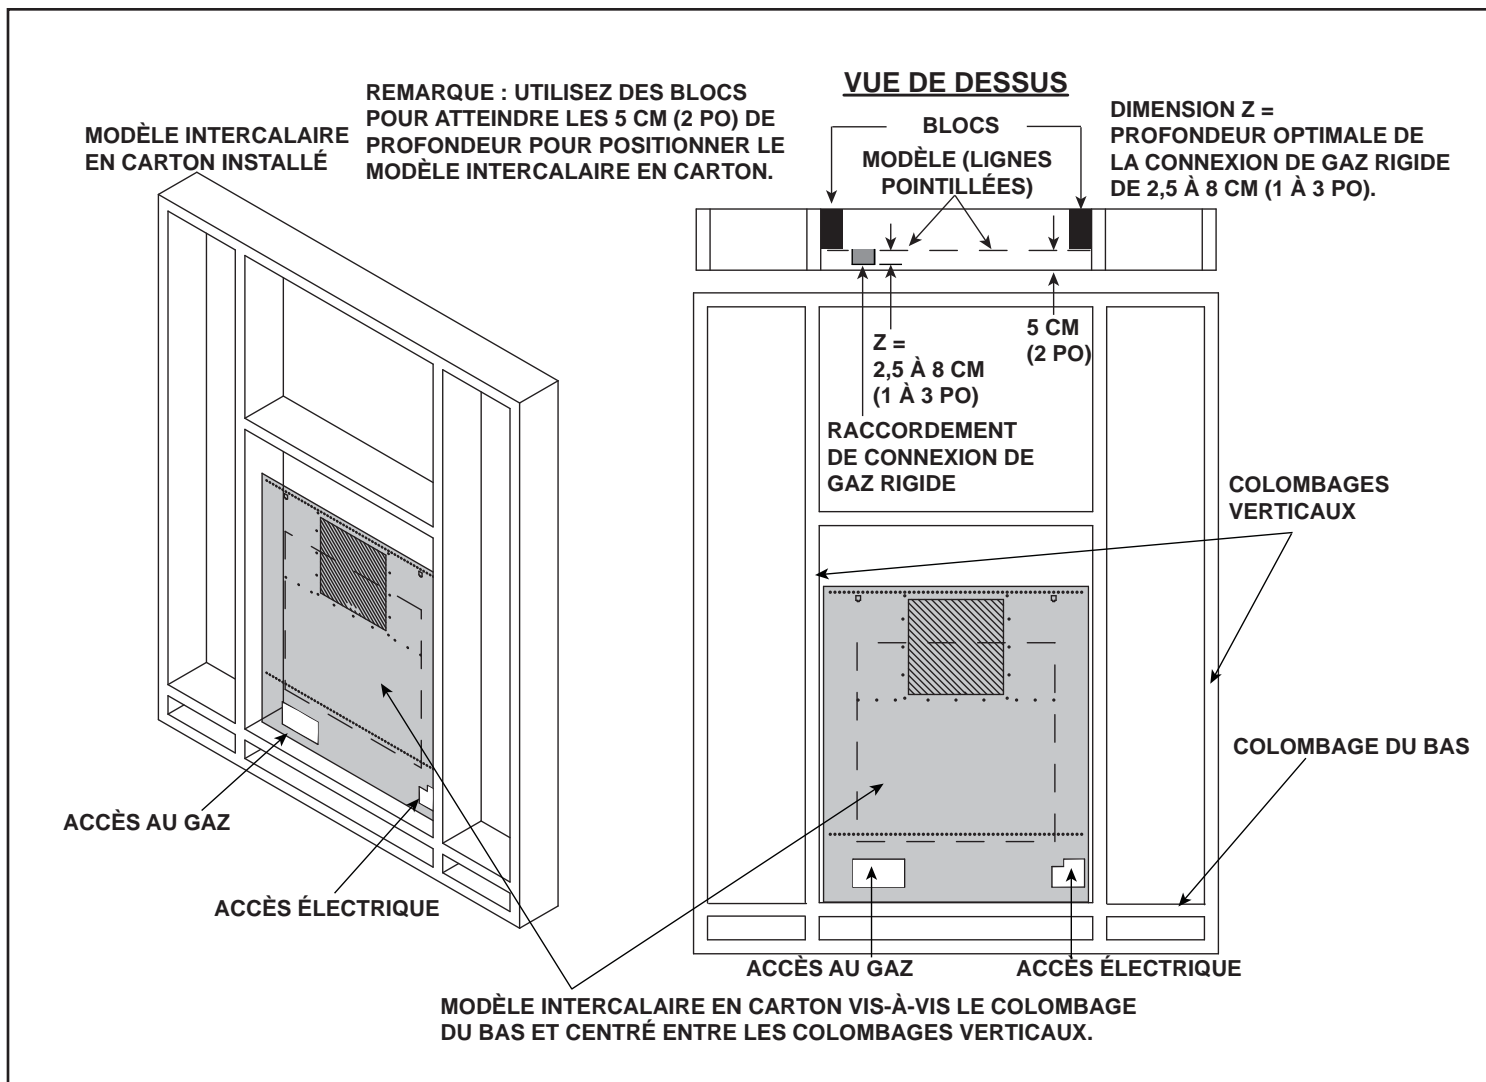

Figure 11.2 Modèle intramural avec intercalaire de carton
- Un modèle intercalaire en carton peut être utilisé pour simplifier le processus d'installation. Communiquez avec votre détaillant ou consultez la section des pièces de rechange du manuel du propriétaire pour commander. Utiliser le modèle pour les installations du REVO aidera à localiser les connexions de gaz et d'électricité pour l'appareil. L'installation du modèle intercalaire en carton est présentée à la figure 11.2. Utilisez des blocs pour positionner le modèle intercalaire en carton par rapport à la profondeur.
**Remarque :** Les connexions de gaz rigides doivent avoir une extrémité à la profondeur de dimension spécifique « Z ». Voir les références à la dimension « Z » à la figure 11.2. De terminer l'extrémité de la connexion de gaz rigide à la dimension appropriée « Z », simplifiera le processus de connexion du gaz à l'appareil.